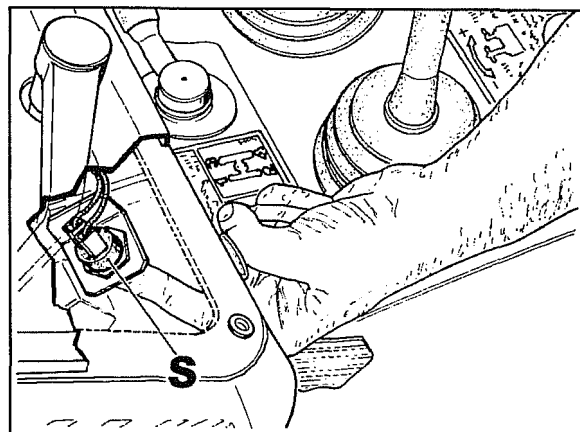
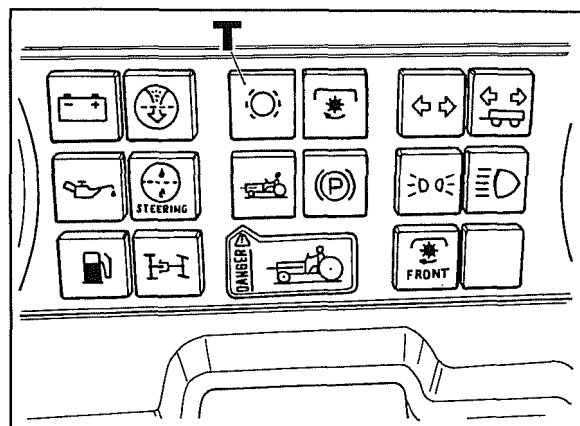

Fig. 10
Fig. 11
- Remarque** - Le contrôle de l'efficacité électrique du capteur n'est pas nécessaire car la présence éventuelle d'un court-circuit est signalée par le témoin **T** fig. 11 de la centrale par deux clignotements suivis d'une pause. Dans ce cas remplacer le capteur.
- 14 Le tableau de bord étant allumé, appuyer sur le bouton de remise à zéro **S** fig. 10, en passant par la fente du levier d'embrayage de la prise de force placée sur le support du tableau de bord, en le maintenant enfoncé jusqu'à ce que le témoin **T** fig. 11 ne clignote plus.